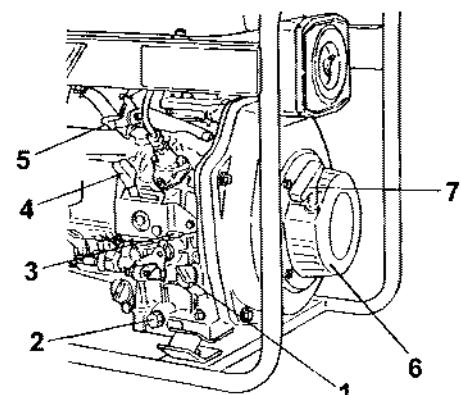

Рис. 53
Чтобы заменить (проверить или долить) масло выполните следующую процедуру (Рис. 53)
1. Снимите крышку маслозаливной горловины (Рис. 53, (1)) (масляный щуп).
2. Выкрутите пробку масляного поддона (Рис. 53, (2)), чтобы слить масло. (Сливайте, когда двигатель работает на холостом ходу.)
- Опустите рычаг останова (Рис. 53, (3)) и установите рычаг регулировки (Рис. 53, (4)) в положение STOP (СТОП) (влево).
- Опустите рычаг сброса давления в положение сброса давления (Рис. 53, (5)).
- Потяните ручку (Рис. 53, (7)) ручного стартера (Рис. 53, (6)), чтобы прокрутить коленчатый вал приблиз. 10 раз.